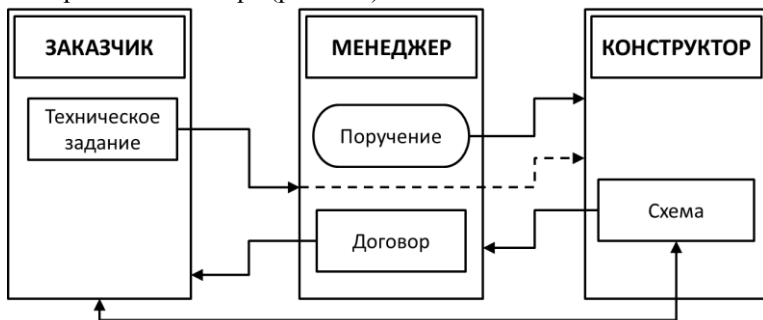

Рис. 208
3. Проектная контора (рис. 208)